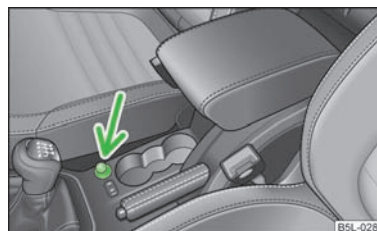

Fig. 69
- Pulsar el botón del mechero del encendedor » fig. 69.
En la consola central delantera - » fig. 69.